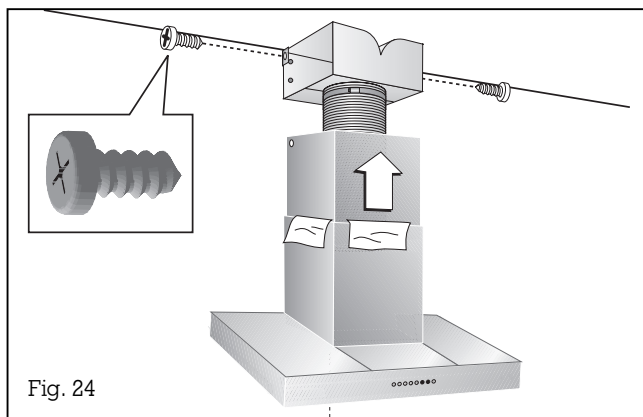

Fig. 24
- Tirez la partie supérieure de la cheminée vers le haut pour l'amener dans sa position définitive puis fixez-la au support de plafond, avec 2 vis (fig. 24).